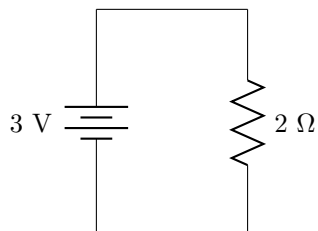

Figura 1.2: Circuito del problema 13.
13. En el circuito de la figura 1.2, ¿cuál es la corriente que suministra la fuente? Representala en el circuito. ¿Qué potencia absorbe la resistencia?